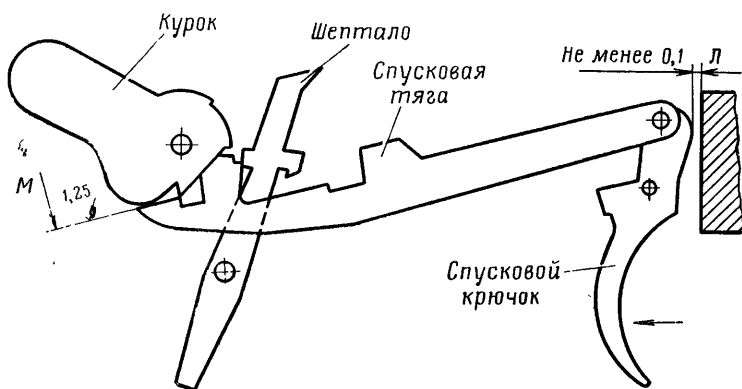

Рис. 50. Схема положения частей спускового механизма при действии самовзвода в момент срыва курка
14.12. При преждевременном срыве курка отделить рукоятку и опилить выступ на спусковой тяге по плоскости M по рис. 50, до получения нормального взмаха курка.
14.14. При перекрытии менее 0,5 мм опилить выступ на спусковой тяге по плоскости M по рис. 50, обеспечив требования п. 4.11.
Вставить щуп толщиной 0,1 мм между головкой спускового крючка и стенкой гнезда в рамке (размер L на рис. 50) и нажать до отказа на спусковой крючок; при этом должен произойти взвод и спуск курка самовзводом.